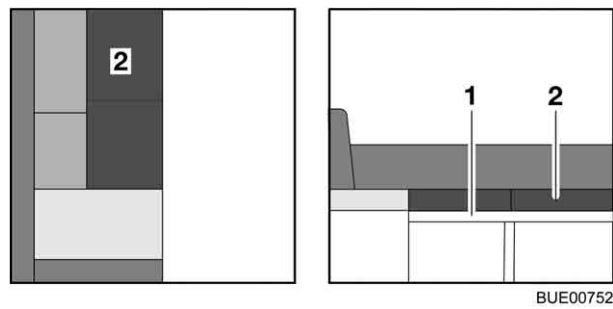

Fig. 88 Après la transformation
- Poser le coussin supplémentaire (Fig. 88,2) sur la table (Fig. 88,1) et le déplier.